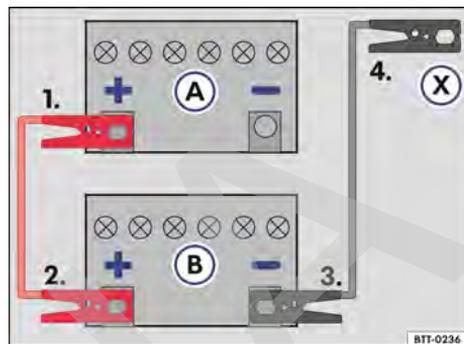

Fig. 144 Esquema para la conexión de los cables auxiliares de arranque: batería del vehículo descargada (A) y batería del vehículo que provee la corriente (B).
Leyenda para → fig. 144:
Conectar el cable de arranque auxiliar solo en la secuencia 1 - 2 - 3 - 4 → fig. 144.
- Conectar un extremo del cable de arranque auxiliar *rojo* al polo positivo (+) del vehículo con la batería del vehículo descargada → fig. 144 (A) → ▲.
- Conectar el otro extremo del cable de arranque auxiliar *rojo* al polo positivo (+) del vehículo que suministra corriente (B).
- Conectar un extremo del cable de arranque auxiliar *negro* al polo negativo de la batería del vehículo que suministra la corriente (B).
- Conectar el otro extremo del cable de arranque auxiliar *negro* (X) al vehículo con la batería del vehículo descargada en una pieza maciza de metal atornillada firmemente al bloque del motor o en el mismo bloque del motor - aunque no cerca de la batería (A) → ▲.